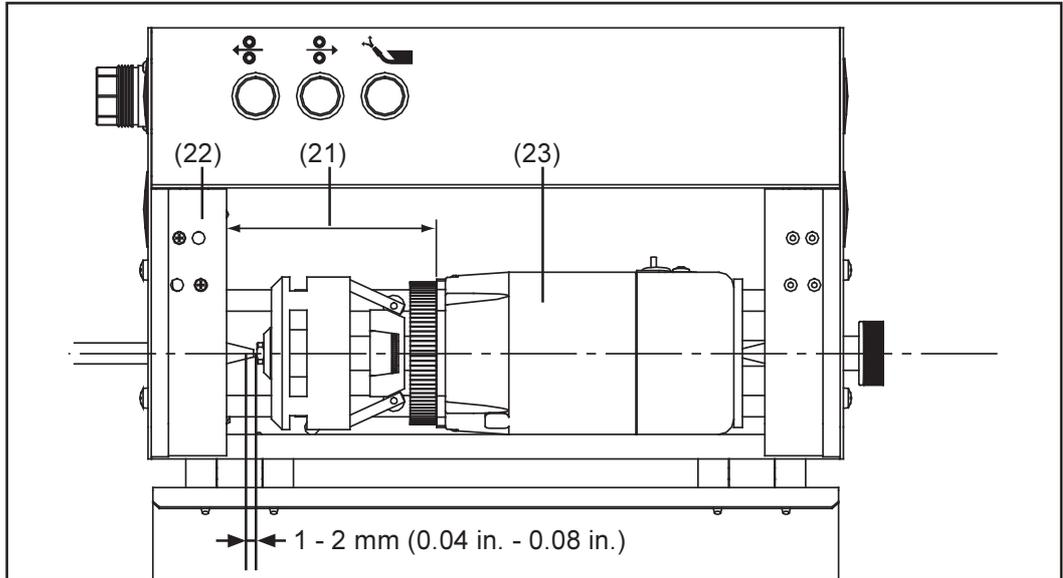
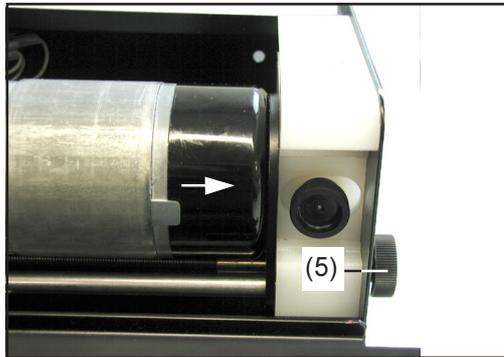

Abb.21 Abstand Spannblock / Motor abmessen
Abb.22 Antriebseinheit ganz nach rechts verschieben
- Sechskantmuttern (24) und (25) mittels zweier Gabelschlüssel (Schlüsselweite 13) lösen
- Durch Drehen der Positionierschraube (5) - Abb.22 - den zuvor notierten Abstand (21) - Abb.21 - wieder einstellen